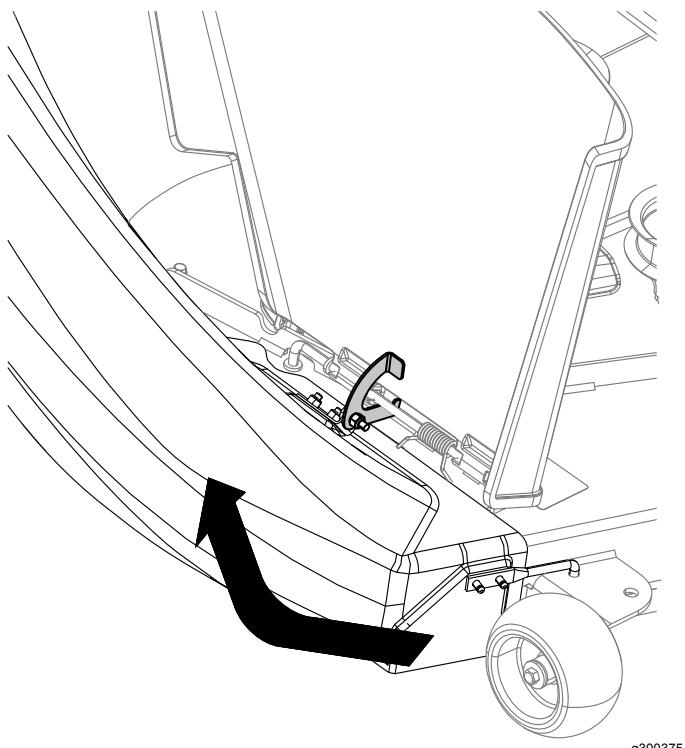

Bild 17
3. Auf der Oberseite des Auswurfkanals die hakenförmige Verriegelung um die Gelenkstange des Ablenklechs einrasten und die Stange in das Loch auf dem Mähwerk einsetzen (Bild 17).